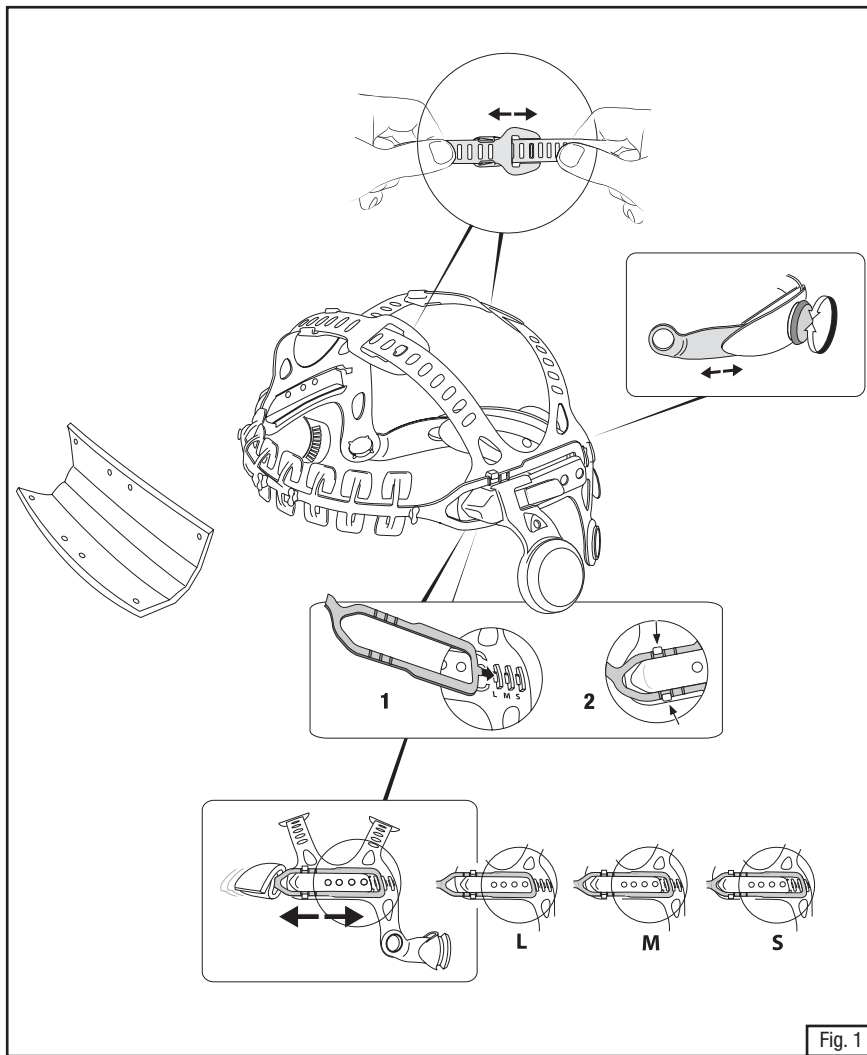

Fig. 1
- Coloque la Careta para soldadura 3M Speedglas 9100 FX en la cabeza y apriete la matraca en la parte posterior de la careta (Fig. 1) hasta que logre un ajuste seguro y cómodo. Si no puede lograr un ajuste cómodo con la matraca, use el ajuste en la banda para la cabeza frontal donde el ajuste L, M y S están mostrados en el fondo de la Fig. 1. L se refiere a una circunferencia de cabeza más grande, M es para una mediana y S para una circunferencia pequeña. Arregle el ajuste con base en la circunferencia de la cabeza y luego vuelva a colocar la careta en la cabeza y apriete la matraca para lograr un ajuste fijo y cómodo. Para un ajuste adicional también debe girar la matraca 180 grados para lograr un ajuste un poco diferente con base en la posición como se muestra en la Fig. 2.
- Las dos bandas superiores de la coronilla deben ajustarse para asegurar que el peso de la careta quede distribuido uniformemente sobre la cabeza. Con la careta puesta y la matraca apretada, asegúrese que ambas bandas en la coronilla están ajustadas de modo que no haya espacios entre la parte superior de la cabeza y las bandas para la coronilla. A veces, la banda para la coronilla posterior es muy larga y dejar un espacio, pero no es una forma adecuada de usar la careta. Si hay un espacio grande, ajuste las bandas para la coronilla al deslizar y apretar como se muestra en la Fig. 1. Si no hay ningún espacio, pero siente que la careta queda muy arriba de la cabeza, afloje las bandas de la coronilla hasta que logre la altura deseada.